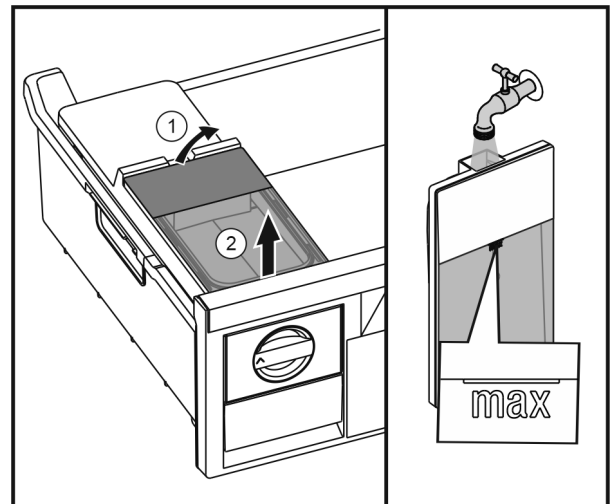

Fig. 34
- ▶ Wassertank von hinten anheben Fig. 34 (1) und nach oben entnehmen Fig. 34 (2).